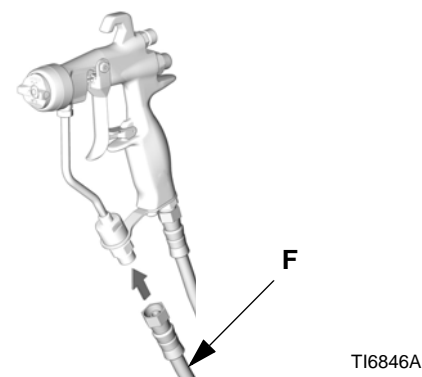

FIG. 4
2. Koppla färgslangen (F) till färganslutningen på pistolen. Se FIG. 4. Om så önskas kan en färgsvivelkoppling (115898) monteras på pistolintaget för att göra pistolen mera lättmanövrerad. Se avsnittet Tillbehör, sidan 33.